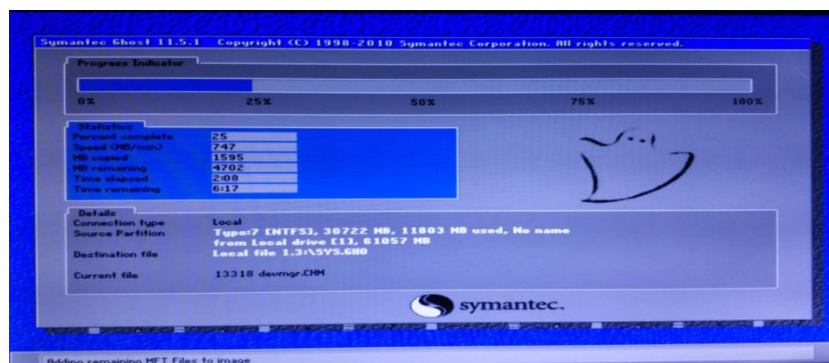

图 7 Recovery 按键还原进行界面
(3) 之后就会直接进到还原系统界面开始还原系统 (如图 7 所示)，还原完成后会自动启重系统。